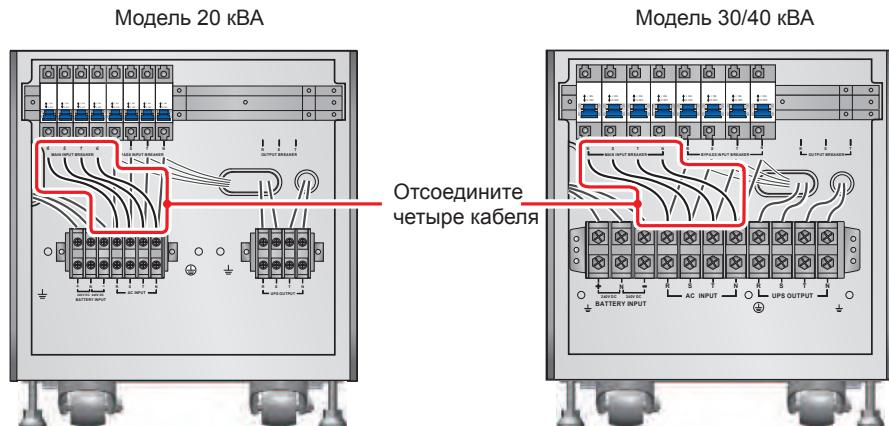

Рис. 6-6. Отключение четырёх кабелей, соединяющих блок зажимов сетевого входа с основным входным размыкателем
- Удалите четыре кабеля, соединяющие блок зажимов сетевого входа и основной входной размыкатель (см. **рис. 6-6**). Подключите кабели сети переменного тока R, S, T и N к основному входному размыкателью.